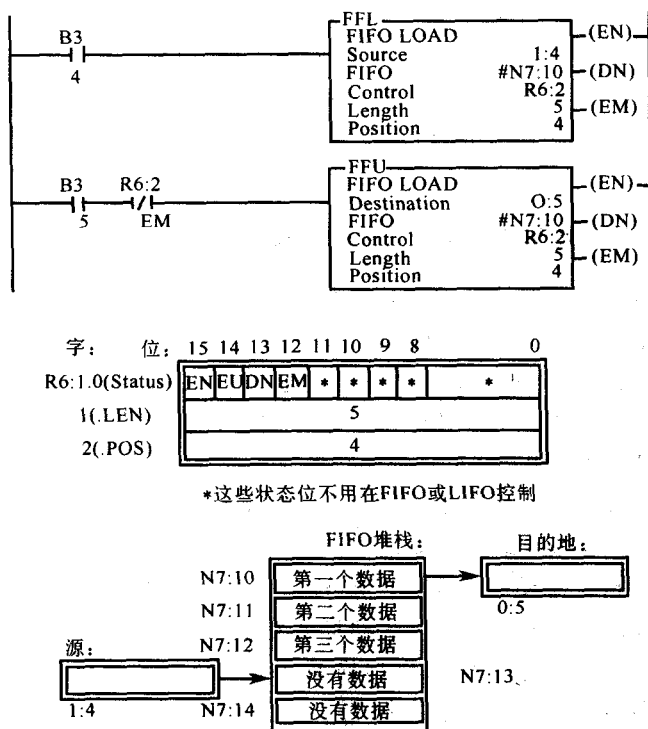

图 7-5 Allen-Bradley FIFO 加载与 FIFO 卸载指令，控制块及 FIFO 数据堆栈
PLC-5 及 SLC500 均提供了 FIFO 与 LIFO 指令。图 7-5 表示了一个使用 FIFO 加载 (FFL) 指令和 FIFO 卸载 (FFU) 指令的程序。每次控制逻辑由假变为真时 (例如, 当 B3/4 开启时), FIFO 加载指令将一个 16 位数据值载入 FIFO 数组中。FIFO 卸载指令在每
2) 目的地址（仅对于 FFU），用以指准备出栈的数据字复制到什么地方去。在图 7-5 中，堆栈中最早的数据总是处在最低编码的地址位，当它出栈时，PLC 必须对存储器区域中的所有剩余数据值移位，这样保证下一个最早的数据移入最低编码的地址中。